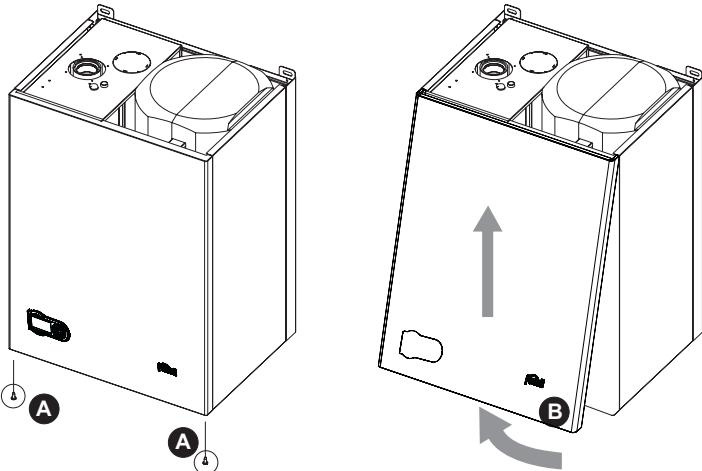

рис. 28 - Демонтаж кожуха
- Отвинтите винты "A" (см. рис. 28).
- Поверните кожух (см. рис. 28).